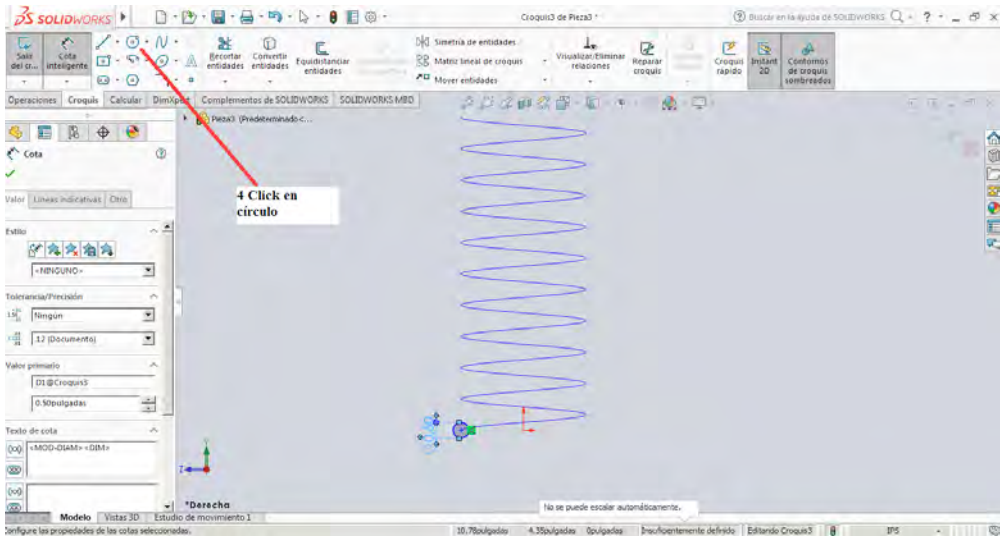

Figura 3-7
4. A partir del plano **Vista Lateral** se crea un círculo de 0,5 Pulgadas de diámetro realizando click sobre la herramienta **Círculo**, en la figura 3-7 se muestra el procedimiento realizado.